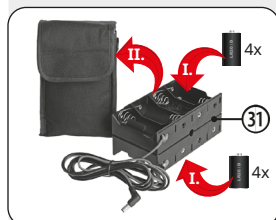

Fig. 16: Einsetzen der Batterien in die Batteriehalterung
1. Legen Sie entsprechend den Angaben je 4 Batterien* vom Typ D/LR20 in die jede Seite der Batteriehalterung (31) ein (Fig. 16, I).
2. Setzen Sie die Batteriehalterung (31) in die Aufbewahrungstasche (31b) ein (Fig. 16, II).